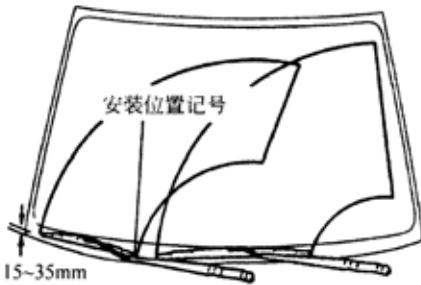

图 9-147
(1) 用圆形的锉刀或类似的设备刮擦刮水器臂的齿孔。
(2) 用钢丝刷清洁刮水器臂的齿孔。
(3) 如图 9-147 所示, 用螺母安装前右刮水器臂, 拧紧力矩: $20N \cdot m$ 。安装位置记号: 15~35mm。注意: 用手向下扳铰链来紧固螺母。